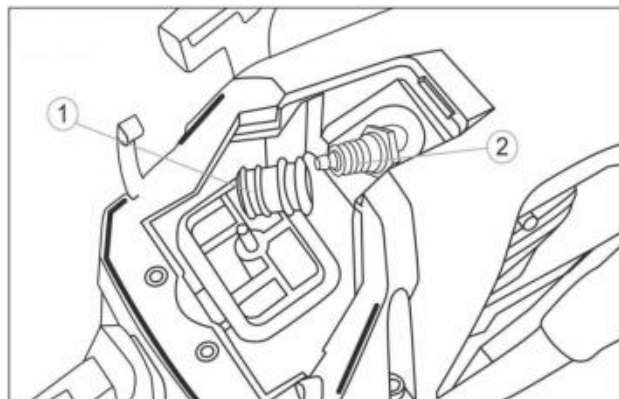

Fig. 26
3. Koppla bort högspänningskabeln från tändstift 1 (fig. 26).